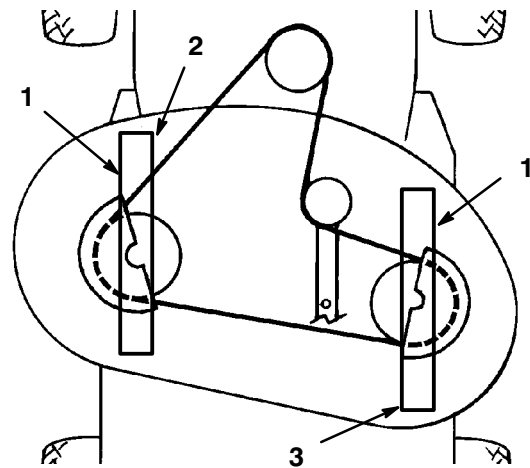

Bild 13
4. Drehen Sie die Messer vorsichtig, so dass sie nach vorne und hinten gerichtet sind (Bild 13).
5. Messen Sie zwischen der Messerspitze vorne und hinten und der ebenen Fläche (Bild 13). Stellen Sie, wenn die Vorderseite des Schnittmessers nicht um 0–3,2 mm tiefer liegt als dessen Hinterseite, die vordere einstellbare Verbindung ein.